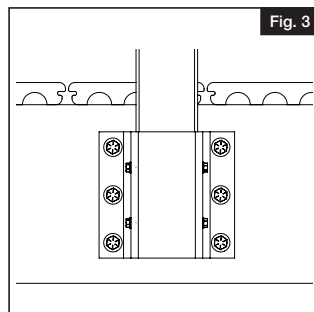

Fig. 3
- Inserte su poste hasta que se apoye en la parte inferior del soporte de montaje en fachada (Fig. 3).
- Asegure el poste al soporte de montaje en fachada con los tornillos auto perforantes #14 incluidos (Fig. 3).